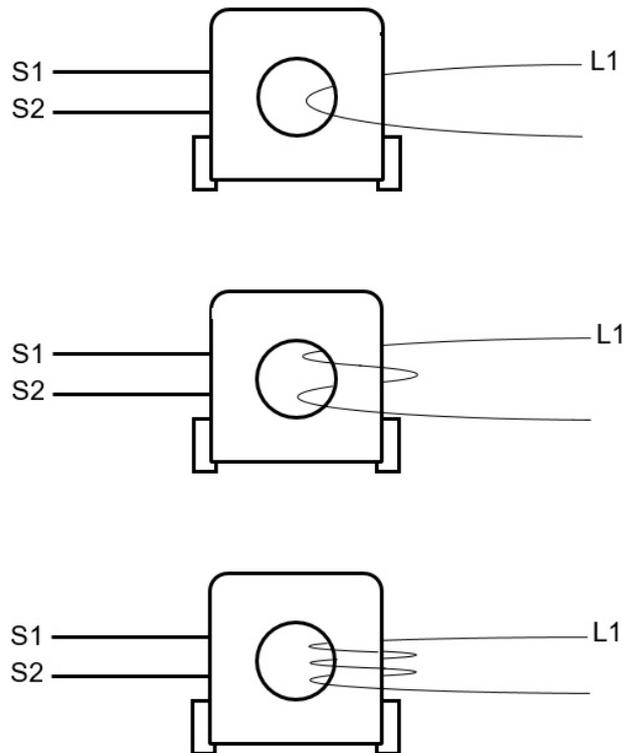

Abb. 8: Stromwandler INT185 - Beispiel 1, 2 und 3 Windungen
3. Leitung der Phase L1 des Motors um die Anzahl der unter Punkt 2 ermittelten Windungen durch die Öffnung des Stromwandlers führen (⇒ Abb. 8) . Die Durchsteckrichtung muss dabei nicht beachtet werden.